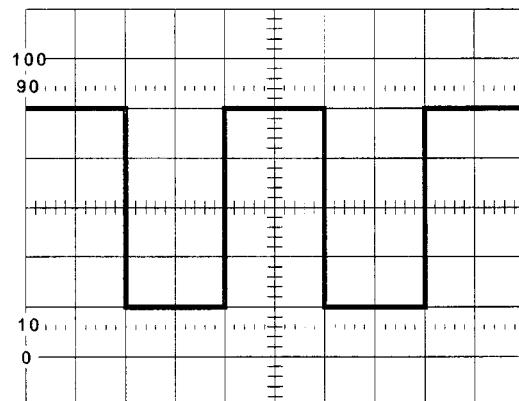

Abbildung 8.1-1
- 5.) Für die Anpassung des Tastkopfes befindet sich ein kleiner Trimmer am Griffteil oder direkt am BNC-Stecker. Verdrehen Sie den Trimmer langsam, bis das Signal der Abbildung 8.1-1 optimale Anpassung entspricht.